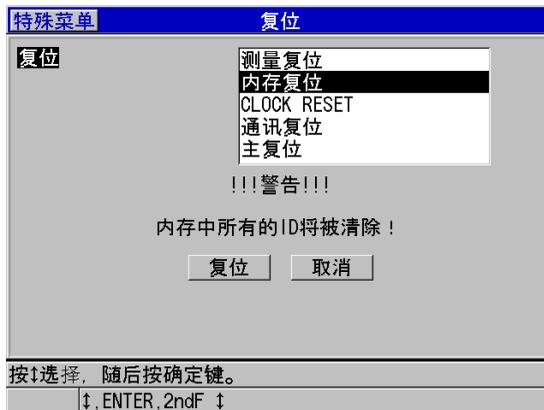

图 11-22 复位测量时出现的警告提示
3. 在**复位**屏幕中（参见第 189 页的图 11-22）：